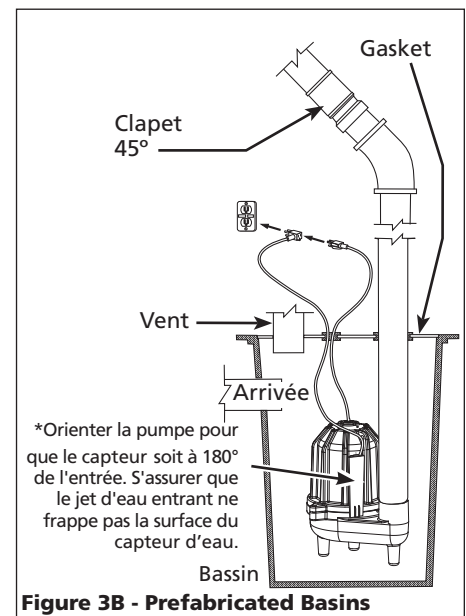

Figure 3B - Prefabricated Basins
- Les modèles BCAPSE50 sont fournis avec un capteur d'eau capacitif. Orienter la pompe dans le bassin pour que le capteur d'eau soit à 180° de l'entrée. S'assurer que le jet d'eau entrant ne frappe pas la surface du capteur (voir la figure 3B).